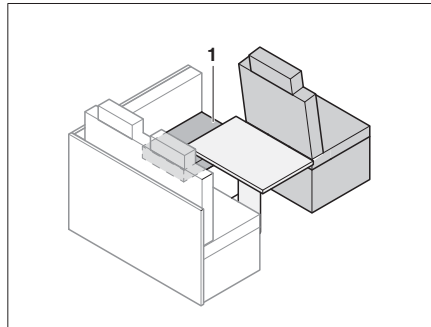

Fig. 165 Antes de la transformación
- Poner el cojín del asiento (Fig. 165,1) al lado.